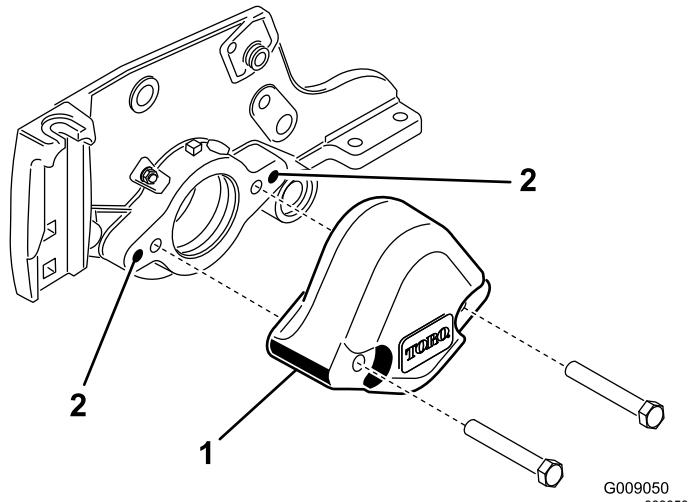

図 5
4. 3/8-16 タップを使って、サイドプレートの取り付け穴の内壁のペイントを除去する。図 5。